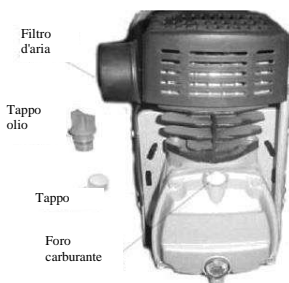

Fig.4
- (1) Prima di avviare il compressore, rimuovere il coperchio e collegare il tubo di aspirazione aria e il filtro d'aria (Fig. 4).
- (2) Non scollegare i componenti quando il serbatoio è sotto pressione.
- (3) Non smontare le parti elettriche prima di aver staccato la spina.
- (4) Non regolare la valvola di sicurezza in modo incauto.
- (5) Non utilizzare il compressore se la tensione elettrica supera i limiti consentiti.
- (6) Non scollegare il compressore per spegnerlo, ma mettere la manopola dell'interruttore in posizione OFF.
- (7) Se la valvola di scarico non funziona al spegnimento del motore, individuare immediatamente la causa per evitare un guasto al motore.
- (8) L'olio lubrificante deve essere pulito e il suo livello deve essere mantenuto correttamente.
- (9) Scollegare la spina per interrompere l'alimentazione elettrica e aprire la valvola di scarico.